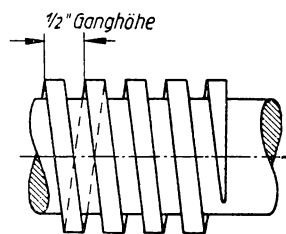

Bild 2
**14.** Die Leitspindel einer Drehmaschine (Bild 2) hat Flachgewinde von  $\frac{1}{2}$  Zoll Ganghöhe (1 Zoll = 1" = 25,4 mm) und macht 34 Umdrehungen in der Minute. Mit welcher Geschwindigkeit wird der Supportschlitten durch die Spindel verschoben?